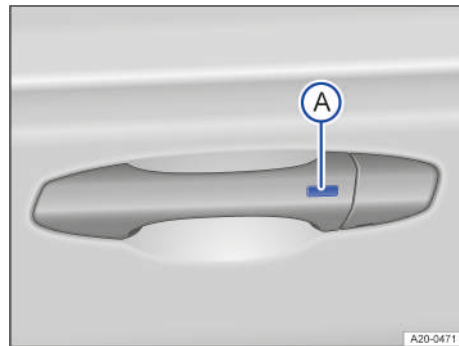

Fig. 69 En la manilla de la puerta: tecla para desbloquear y bloquear.
1. Pulse la tecla → fig. 69  situada en el lado exterior de la manilla de la puerta.
2. Pulse la tecla → fig. 69  situada en el lado exterior de la manilla de la puerta.
2. Antes de que transcurran 5 segundos, pulse una vez la tecla del lado exterior de la manilla de la puerta → fig. 69 . Al hacerlo, no agarre la manilla.